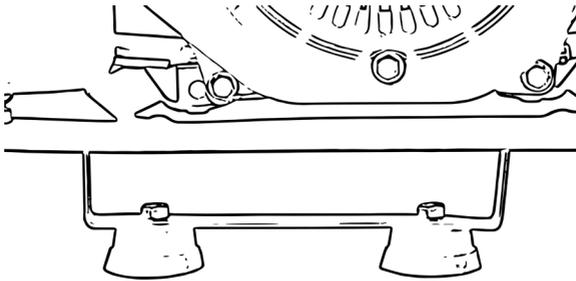

Abbildung 8
- Montieren Sie die Bügeleinheit mit Hilfe der zwei kleinen Sechskantschrauben und Muttern am unteren Rahmen des Geräts, siehe Abb.8